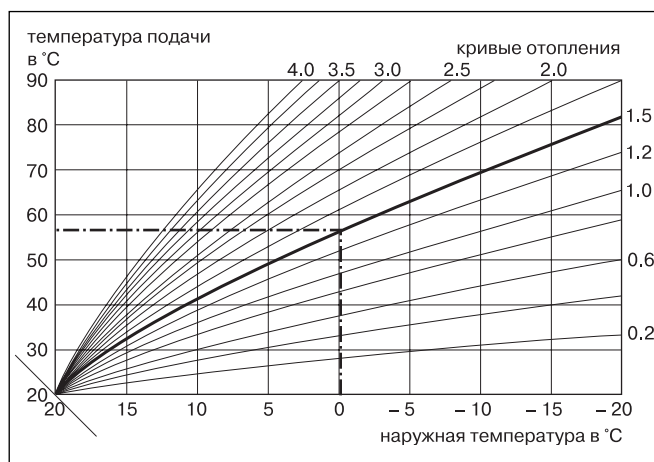

Рис. 4.15 Диаграмма с кривыми отопления для заданной комнатной температуры 20 °C
Взаимосвязь между наружной температурой и необходимой температурой подающей линии отопления отображается на диаграмме различными кривыми отопления (см. рис. 4.15). Каждая кривая отопления (0.2 - 4.0) отображает для соответствующей наружной температуры (горизонтальная ось диаграммы) значение температуры подающей линии отопления (вертикальная ось диаграммы).
- ⇒ Поворачивайте правый задатчик, пока не отобразится необходимое значение (возможны значения от 0.2 до 4.0, см. рис. 4.15).